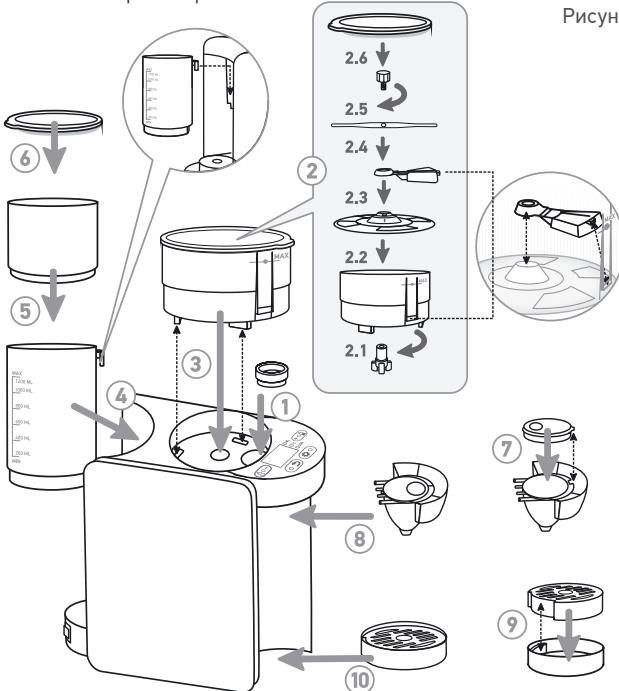

Рисунок 1.
- Установите прокладку, как указано на рис. 1, п. 1.
- Установите контейнер для смеси (рис. 1, п. 3) таким образом, чтобы выступ контейнера совпадал с пазом (прорезью) на основном блоке, как указано на рис. 1, п. 2 (2.1–2.6). Убедитесь, что контейнер плотно вставлен в блок, а зубья вала контейнера и основного блока не попадают друг на друга (находятся в зацеплении). При необходимости проверните вал контейнера вручную и вставьте контейнер повторно.
- Установите контейнер для воды (рис. 1, п. 4). Обратите внимание на то, что выступ на корпусе контейнера для воды должен быть плотно вставлен в паз (прорезь) на корпусе основного блока, а контейнер должен быть до упора вставлен в нижнее основание на основном блоке. Наполните контейнер водой, не превышая отметку MAX.
- На контейнер для воды установите дополнительный контейнер (рис. 1, п. 5).
- Закройте дополнительный контейнер крышкой (рис. 1, п. 6).
- Установите воронку (рис. 1, п. 8), предварительно собрав ее так, чтобы выступ крышки воронки совпал с прорезью на корпусе воронки, как указано на рис. 1, п. 7. Убедитесь, что воронка плотно, до упора, вставлена в блок.
- Установите поддон для смеси (рис. 1, п. 10), предварительно собрав его, как указано на рис. 1, п. 9.